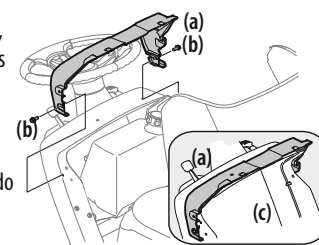

Figura 8
1. Se o protetor do painel (a) foi enviado solto, as peças para fixá-lo (a) são enviadas presas a ele (a). Remova os dois parafusos (b) do protetor do painel (a). Veja a Figura 8.
2. Monte o protetor do painel (a) e alinhe os orifícios de montagem entre a parte superior do painel e a cobertura. Veja a Figura 8.
3. Fixe o protetor do painel (a) ao painel (c) com os parafusos (b) removidos no Passo 1. Veja a Figura 8.